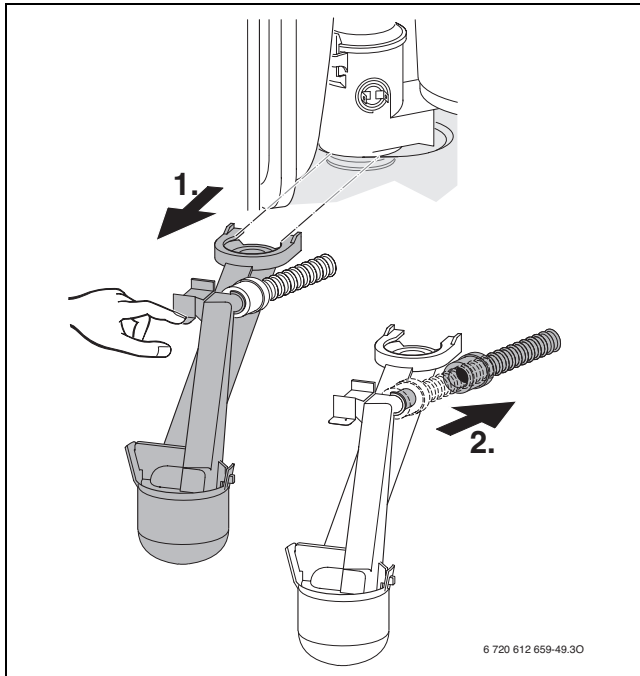

Fig. 99
- ▶ Smontare il sifone di scarico condensa (→ fig. 99), per evitare fuoriuscite di liquidi posizionare un recipiente sotto il sifone.